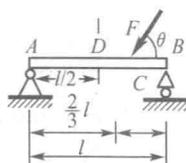

图 1-12
2. 利用截面法, 求图 1-12 所示简支梁 1-1 截面的内力。(同济大学, 2007)